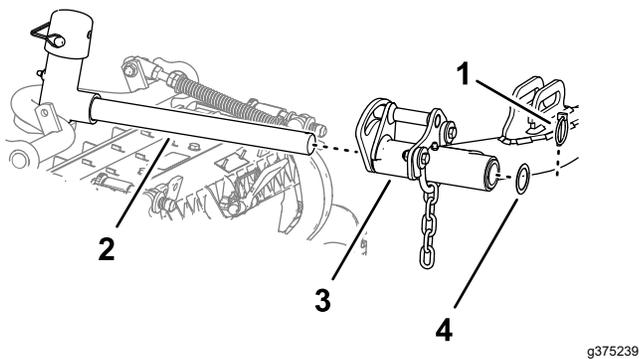

図 19
- Cutting Unit を昇降アームの下に置く 図 19。